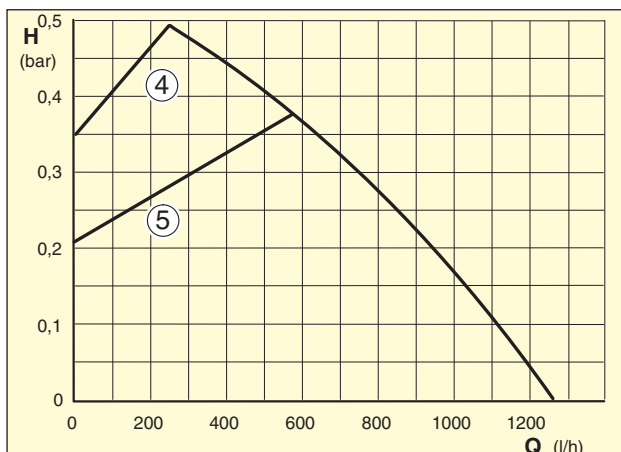

Bild 6 Proportionaldruck
- Proportionaldruckkennlinien: angepasste Differenzdruckregelung, d. h. Förderhöhe nimmt mit abnehmendem Förderstrom **proportional** ab (Bild 6).